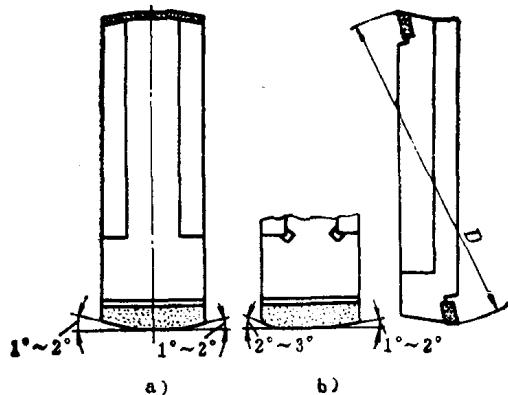

图1-5 浮动镗刀
4) 浮动镗刀 有通孔与不通孔之分，见图1-5。浮动镗刀与镗刀杆的方孔是浮动连接的，即刀体在方孔内径向可游动，但轴向不能有松动现象，所以在镗削时可消除镗刀的安装误差，获得比较稳定的孔径尺寸，在镗削加工中作为精镗加工之用的刀具。